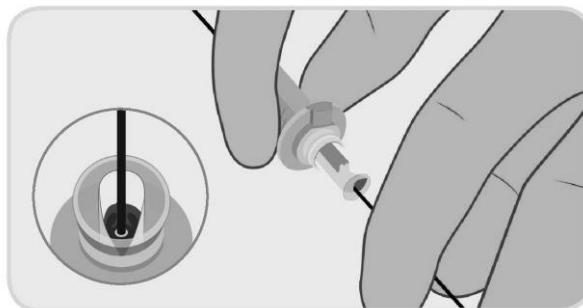

Figure 7. Chargement du guide dans la canule du dispositif
- Durant l'insertion, lubrifier le guide à l'aide de solution saline non héparinée. Insérer le guide dans l'implant au sein de la canule de chargement (Figure 7). Continuer à insérer le guide jusqu'à ce qu'il ressorte à l'arrière du manche du dispositif de fermeture PerQseal+. Maintenir la gaine d'introduction PerQseal+ à un angle peu prononcé par rapport à l'axe longitudinal de l'artère (20°, par exemple) et maintenir la gaine d'introduction le plus droit possible afin d'éviter les plis.
Remarque 2 : Lors de l'insertion, saisir uniquement la partie arrière de la canule de chargement, comme indiqué à la Figure 7.